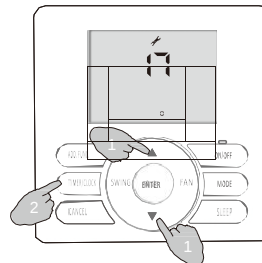

Рис. 5
2. Натисніть «▼» або «▲». Код параметра відповідно збільшуватиметься або зменшуватиметься на 1. Коли відобразиться значення 17, натисніть кнопку TIMER/CLOCK (ТАЙМЕР/ГОДИННИК), щоб перезаписати параметр EE внутрішнього блока, при цьому загориться символ «» і почне блимати код параметра EE 00 (див. рис. 5).